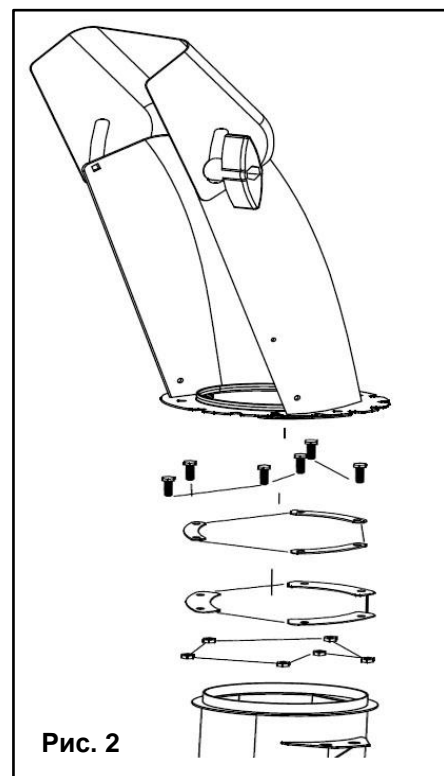

Рис. 2
- Установите снегоотвод (См. Рис. 2). Снегоотвод крепится к снегозаборнику при помощи планок крепления. Установите болты планки крепления в отверстия, расположенные на фланце снегоотвода. Закрепите снегоотвод при помощи гаек с шайбами
- При использовании электрического стартера - переведите ключ выключателя зажигания (5)(См. Рис.2) (расположен на панели управления) в положение «ВКЛ»(ON).